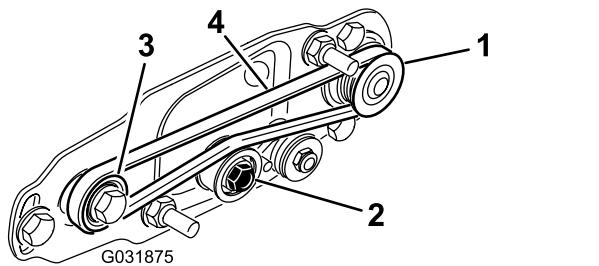

Figure 24
- Passez la courroie autour de la poulie **d'entraînement** puis sur le dessus de la poulie de tension (Figure 24).
- Commencez à installer la courroie sur la poulie **menée** (Figure 24).